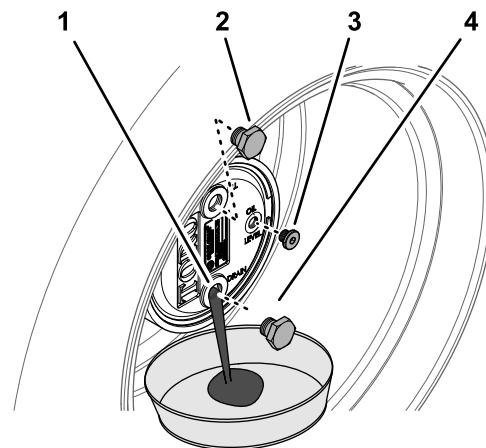

図 92
2. 補給プラグが時計の12時を指し、点検プラグが3時の位置を指すようにマシンを駐車する図 92。
3. プラネタリハブの下にオイル回収容器を置き、6時の位置にあるドレンプラグを外してオイルを抜く図 92。
5. プラネタリハウジングのドレン穴にプラグを取り付ける図 92。